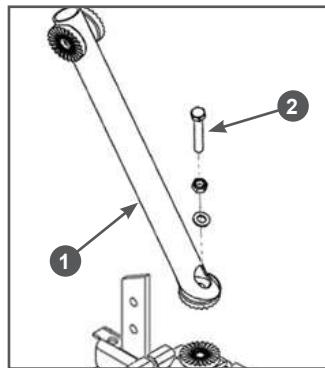

Рис. 6 Установка стойки рукояток управления
- Установите стойку 1 рукояток управления на мотоблок (Рис. 6). Совместите отверстия в кронштейне и стойке и закрутите болт 2 крепления стойки.